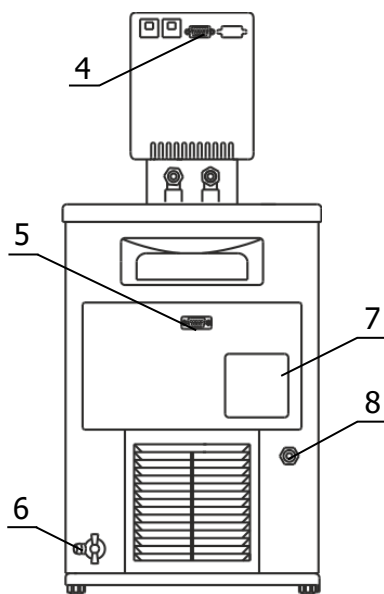

Рисунок 3 — Задняя панель термостата
2.2.4 К переливному штуцеру 8 (рисунок 3) присоединить гибкий шланг, второй конец которого опустить в емкость для сбора излишков теплоносителя объемом 1.5–2 литра.
2.2.8 Вставить вилку сетевого кабеля блока регулирования в розетку 7 (рисунок 3). Соединить кабелем из комплекта поставки блок регулирования (разъем 4) и холодильную машину (разъем 5). Сетевой кабель термостата подключить к питающей сети напряжением 220 В.
2.2.9 Включить блок регулирования в соответствии с документом ТКЛШ 3.222.009-20 РЭ «Блок регулирования температуры погружной циркуляционный М01М серии МАСТЕР». При работе циркуляционного насоса уровень теплоносителя во внутренней ванне понизится. Доливать теплоноситель следует до тех пор, пока он не начнет переливаться через штуцер 8 (рисунок 3).
2.4.2 Надеть сливной шланг из комплекта поставки на сливной кран 6 (рисунок 3) и закрепить его хомутом. Свободный конец шланга опустить в емкость для сбора теплоносителя объемом, превышающим объем термостата.